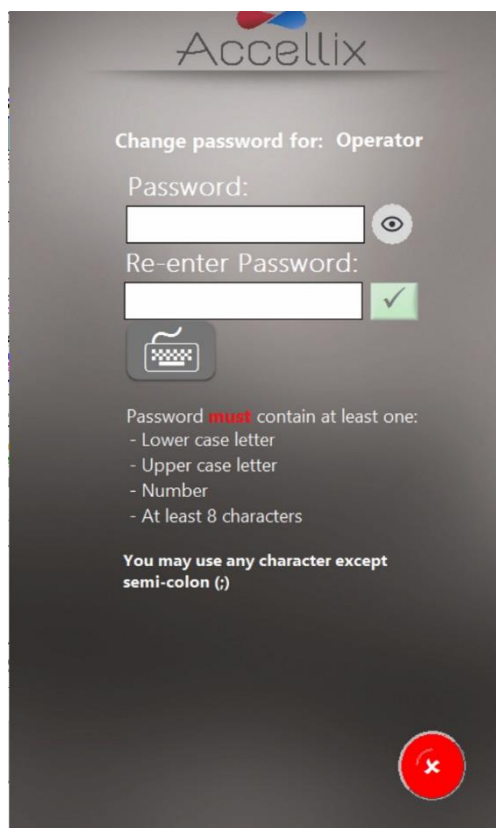

Abbildung 6: Bildschirm „Change Password“ (Kennwort ändern)
1. Tippen Sie auf das Symbol **Change Password** (Kennwort ändern) . Der Bildschirm **Change Password** (Kennwort ändern) (Abbildung 6) wird angezeigt: